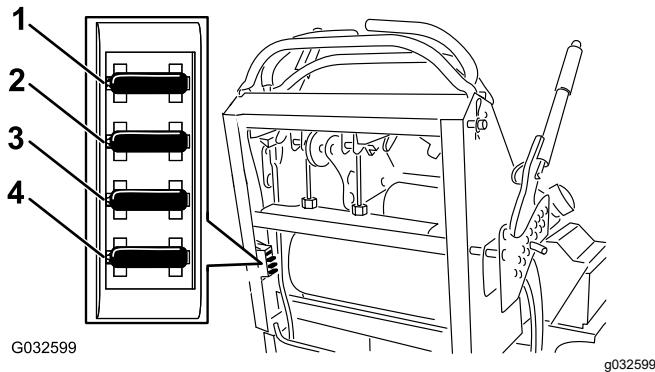

Figura 53
4. Estraete il fusibile e sostituitelo (Figura 53).